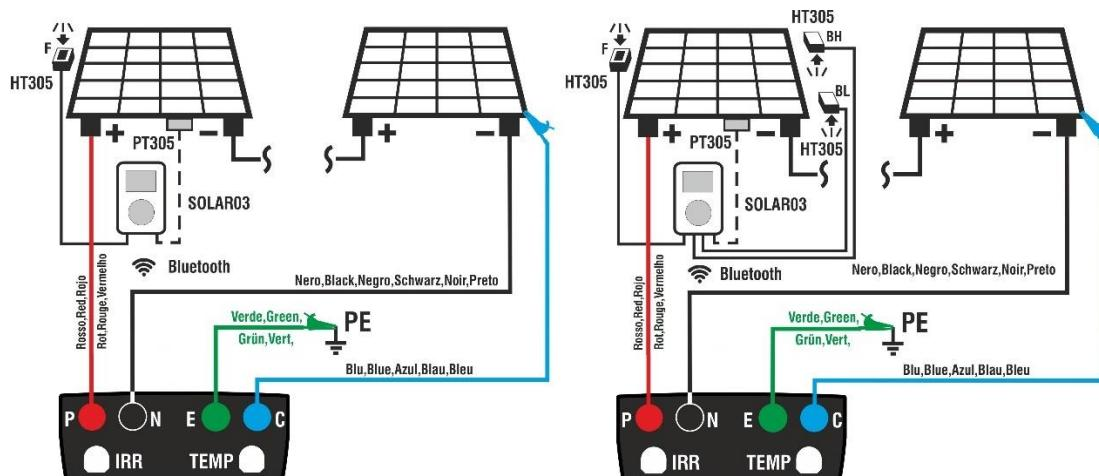

Fig. 13: Uso con SOLAR03 in connessione diretta su moduli Mono/Bifacciali
3. Collegare lo strumento al modulo/stringa in prova ed eventualmente al nodo principale di terra dell’impianto e alle masse metalliche messe a terra come mostrato in Fig. 13. In particolare: